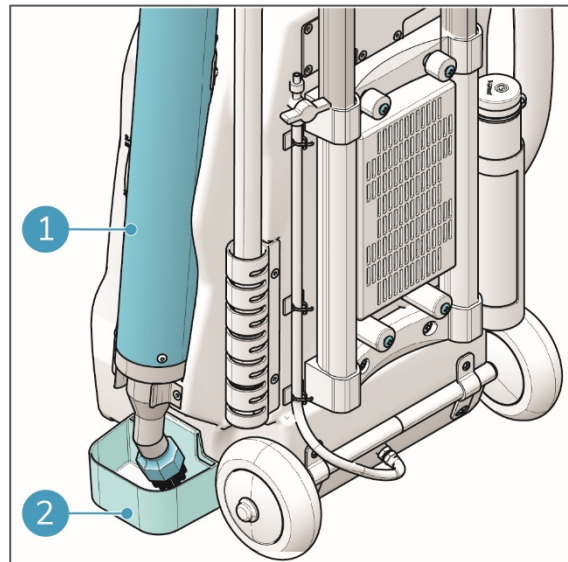

Abbildung 25
3. Stellen Sie sicher, dass die Tropfschale (Abb. 25, Pos. 2) am Gerät angebracht ist.
4. Stellen Sie sicher, dass sich die Dampfplanze (Abb. 25, Pos. 1) in der Halterung befindet.
14. Reinigen Sie die Tropfschale (Abb. 25, Pos. 2).